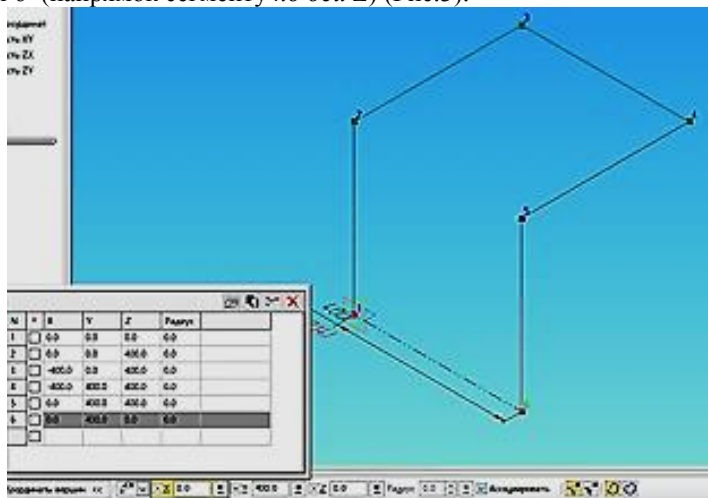

Рис. 3 – Побудова ламаної по осях
2. Для побудови ескізу-траекторії встановити стандартну орієнтацію *Изометрия YZX*, на панелі *Пространственные кривые* натиснути кнопку *Ломанная*, акуратно вказати точку початку координат, яка буде першою вершиною ламаної кривої (вершини можна задавати різними способами: по точках, по осях, по об'єктах; в процесі побудови можна довільно комбінувати ці способи). Побудувати вершину 2 першого сегменту ламаної, розкривши список *Способ построения* на панелі властивостей, вибравши *по оси Z* і ввівши в поле *Расстояние* довжину першого сегменту 400мм (для кращого відображення ламаних зменшити масштаб) Для побудови вершини 3 вибрати напрямок *по оси X* (довжина сегменту 400мм), вершини 4 - напрямок *по оси Y*, вершини 5 – знову *по оси X* в протилежному напрямку і закінчити побудову у вершині 6 (напрямок сегменту *по оси Z*) (Рис.3).